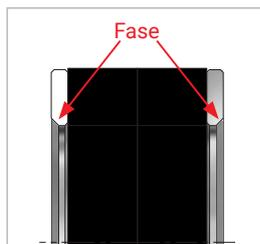

Abbildung 8
**Achtung:** Beachten Sie die Fasen an der Unterlegscheiben. Die Unterlegscheiben müssen so eingebaut werden, dass die Fasen von der/den Frontdichtung(en) abgewandt sind (*Abbildung 8*).